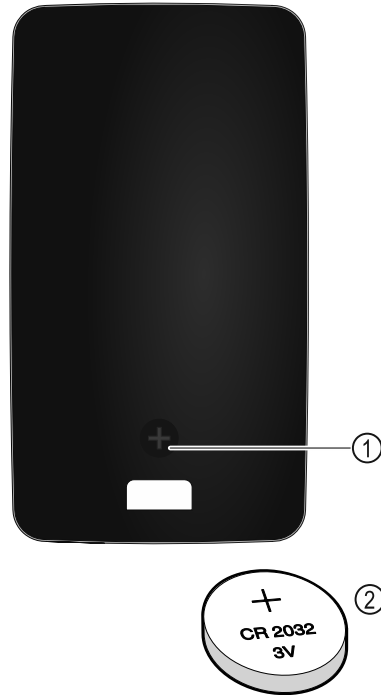

Fig. 230
Електроживлення дистанційного керування відбувається через батарею тип CR 2032 з 3В Fig. 230 (2), яку можна отримати в спеціальних магазинах.
- Викрутити гвинт Fig. 230 (1) дистанційного керування.